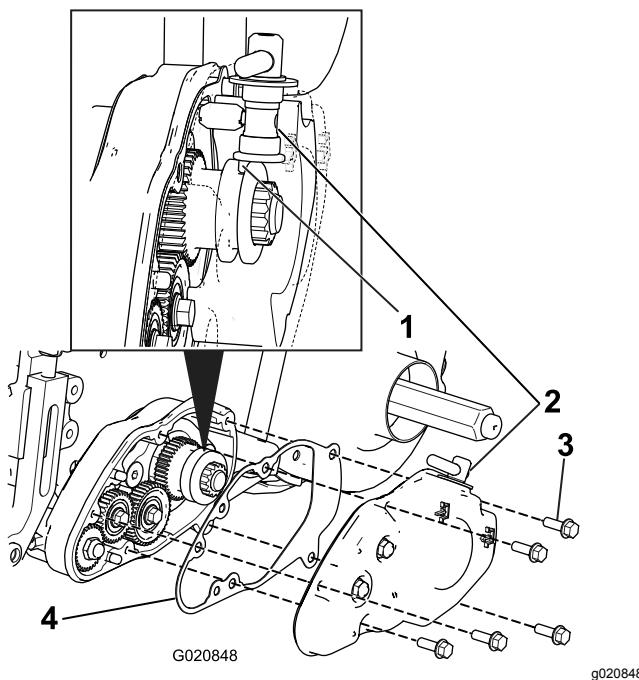

Figura 16
- Posizionate la guarnizione di perni di riferimento sull'alloggiamento del groomer (Figura 16).
frizione nella scanalatura della trasmissione (Figura 16).
- Fissate il cappuccio con 5 bulloni a testa flangiata (Figura 16) e serrateli tra 9,6 e 10,5 N·m.